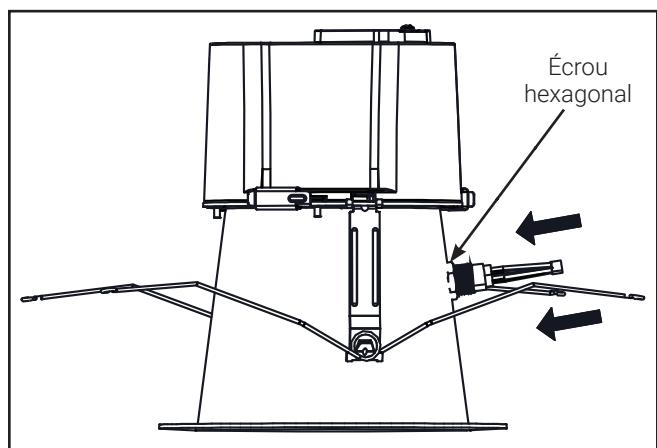

Figure 5.
3. Serrez l'écrou hexagonal comme illustré à la Figure 5.